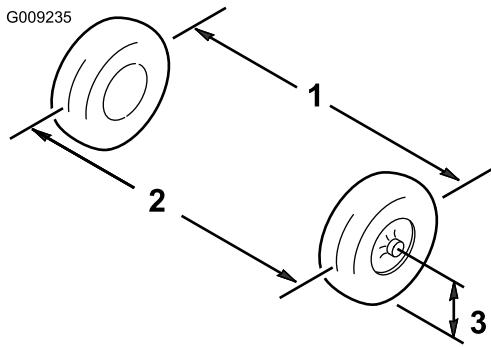

図 12
1. 前輪の前と後ろで、左右のタイヤの中央線間距離を測る計測はアクスルの高さで行う(図12)。